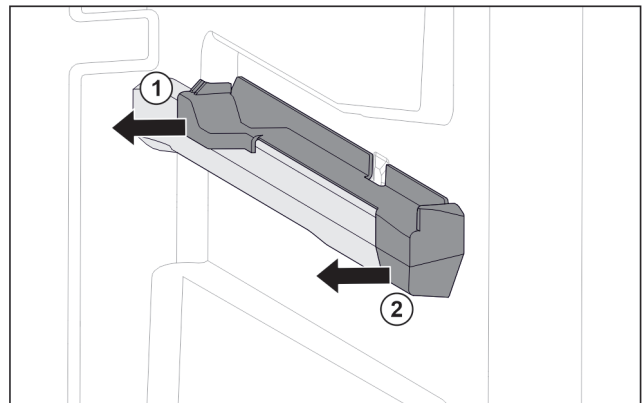

Fig. 17 Insteekelement op rechter containerrib
- ▶ Insteekelement achter naar de zijkant toe eraf trekken. Fig. 17 (1)
- ▶ Insteekelement voor naar de zijkant toe eraf trekken. Fig. 17 (2)